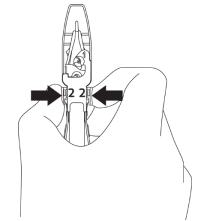

図2 カバーの取り外し
③ カバーのリリースタブ(刻印 2)を矢印の方向につまみながら持ち上げ、カバーをケースから取り外す(図 2)。